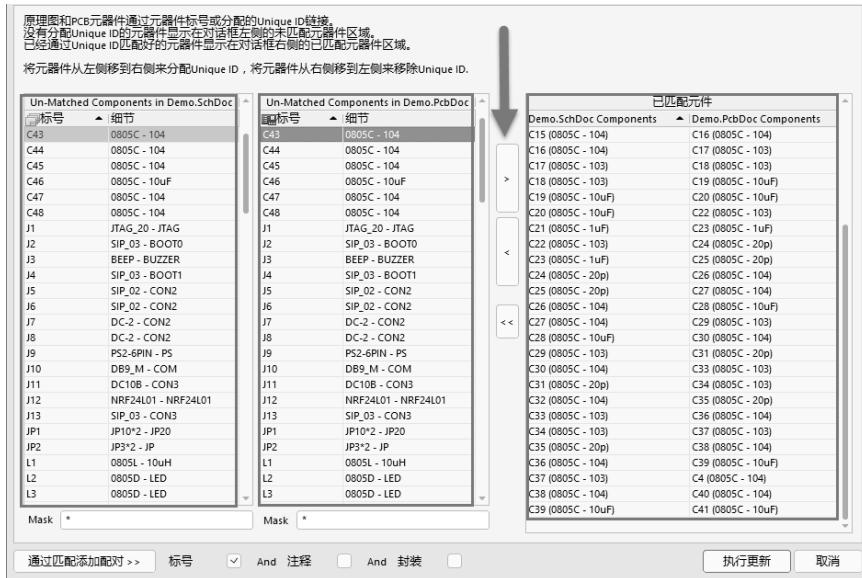

图 12-5 元件匹配
(4) 在 PCB 设计交互界面中，执行菜单命令“工程-元器件关联”，进行元件匹配，将左边元件全部匹配到右边窗口，单击“执行更新”按钮，执行更新，如图 12-5 所示。